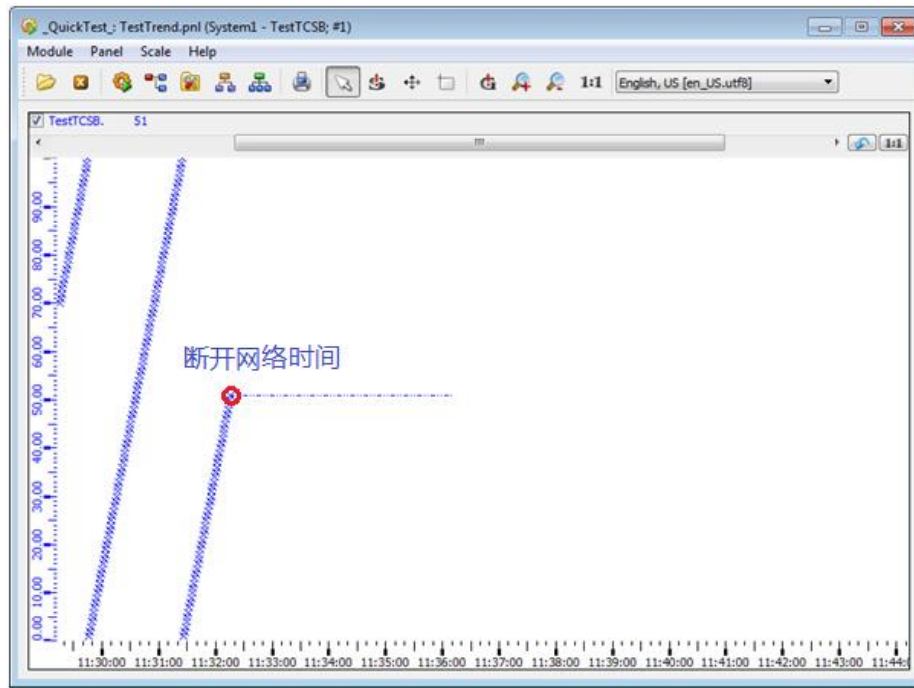
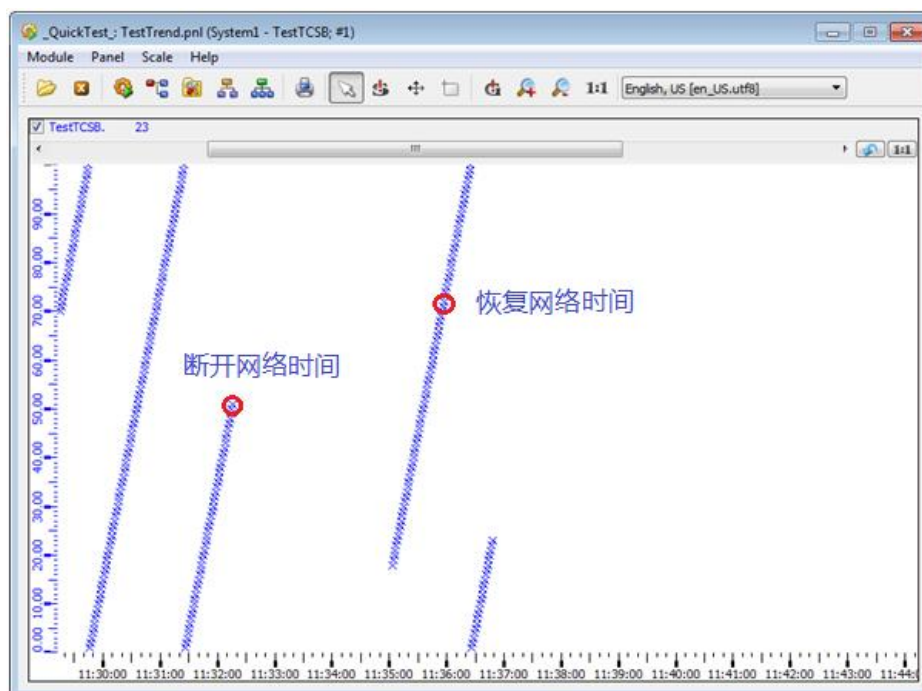

图 15 断开网线后显示的趋势图
图 16 插上网线后显示的趋势图
- 10) 断开 1243-1 与 TCSB 之间的连接，观察曲线停止绘制，如图 15 所示；等待三分钟；恢复 1243-1 与 TCSB 之间的连接，等待一段时间后，只插补上一部分数据，如图 16 所示。